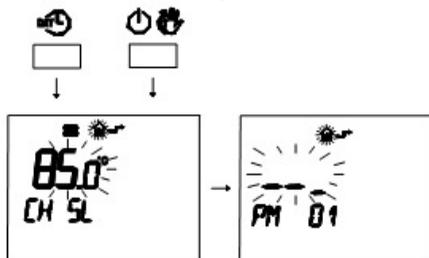

Figura 5.54
- Pulse simultáneamente los botones y para entrar en la modalidad de programación transparente (Figura 5.54).